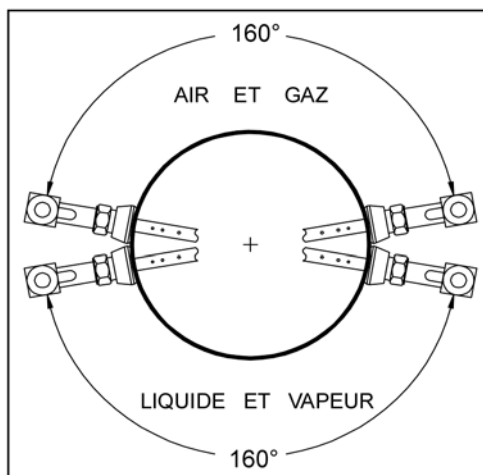

Figure 1. Orientation de l'Accelabar® dans un raccordement horizontal
Pour les applications d'air ou de gaz, l'Accelabar® doit être monté avec la tête de l'instrument dans la position haute à 160°. Pour les applications de liquide et de vapeur, l'Accelabar® doit être monté avec la tête de l'instrument placée dans la position basse à 160° (voir la figure 1).
- Reportez-vous à la figure 1 pour déterminer l'orientation correcte de l'Accelabar® pour des applications horizontales (l'orientation n'est pas essentielle pour les applications verticales).